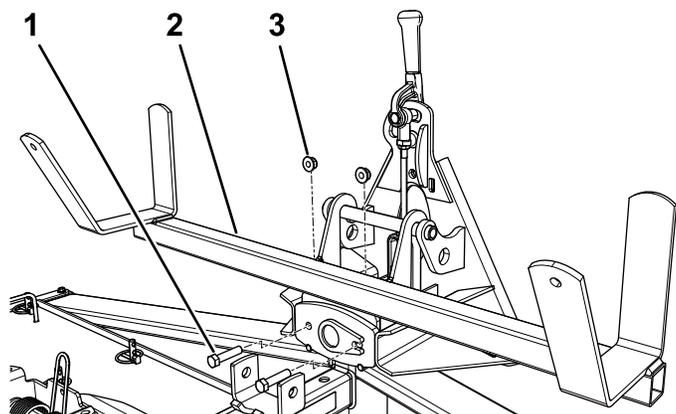

Figura 2
2. Installate la base sul gruppo dell'adattatore e fissatelo con 2 bulloni ($3/8 \times 1-1/2$ poll.) e 2 dadi flangiati ($3/8$ poll.), come mostrato nella Figura 2.